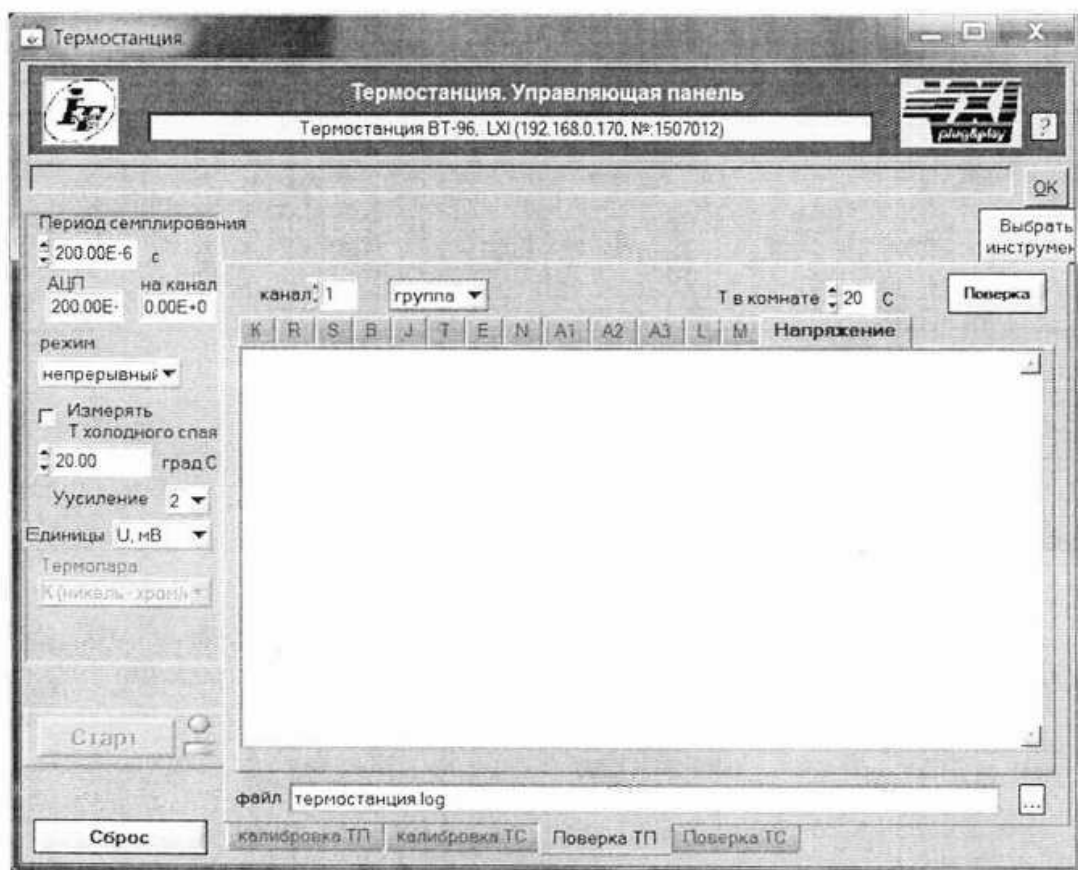

Рисунок 18 - Управляющая панель в режиме «Поверка ТП»
- 7) на управляющей панели (см. рисунок 18) выбрать режим проверки «Поверка ТП»;